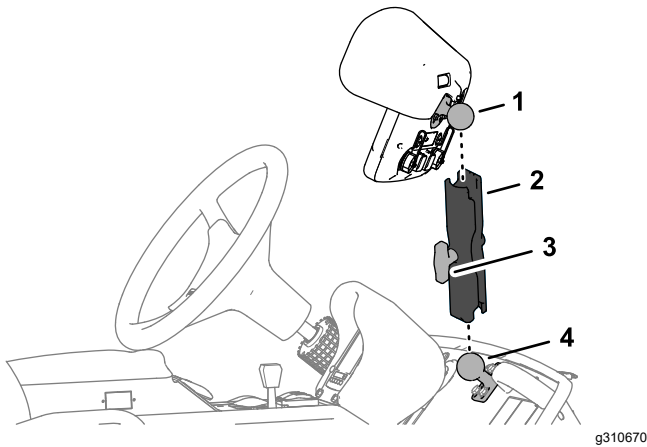

Figura 137
1. Afloje el pomo del brazo del monitor hasta que pueda encajar el pivote de bola de la parte trasera del monitor de fumigación y el pivote de bola del soporte del panel de instrumentos en los alojamientos del brazo del monitor (Figura 137).
2. Desde el asiento del conductor (asiento izquierdo), ajuste la posición del monitor de fumigación para tener una visión clara de la pantalla (**Figura 137**).
3. Apriete a mano el pomo del brazo del monitor (**Figura 137**).